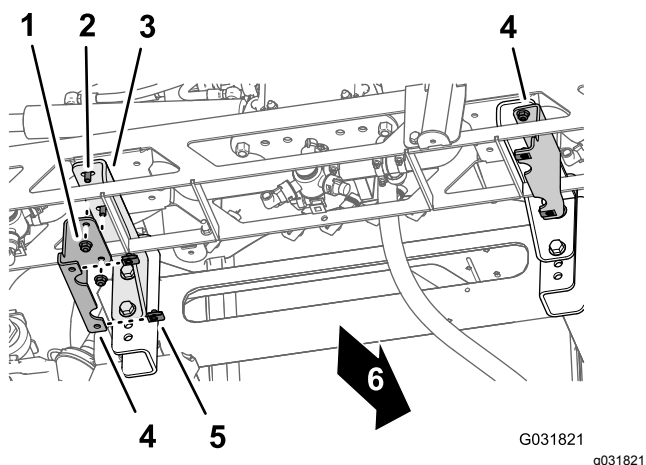

Figure 41
3. Retirez les 2 contre-écrous à embase (3/8") qui fixent le support gauche du couvercle au support gauche de la section de rampe centrale, et déposez le support du couvercle (Figure 41)
4. Vissez les 2 contre-écrous à embase (3/8") sur les boulons à embase (3/8" x 1") du support gauche de la section de rampe centrale (Figure 41), et serrez le boulon et l'écrou à un couple de 37 à 45 N·m.
5. Répétez les opérations 3 et 4 pour le support du couvercle et le support droit de la section de rampe centrale (Figure 41).
6. Retirez les écrous à clip des supports de couvercle gauche et droit (Figure 41).